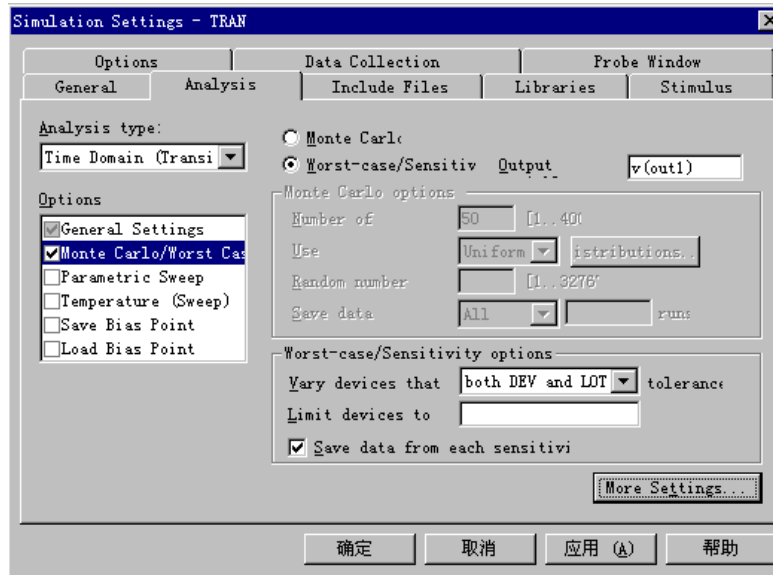

图10-2 分析参数的设定1
3) Save data from each sensitivity前的方框中打钩, 同时对此电路进行灵敏度分析, 如图10-2所示。